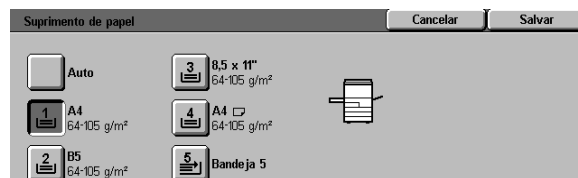

Figura 11: tela Abastecimento de papel
- Toque em **Mais...** para visualizar opções adicionais, conforme ilustrado na Figura 11.